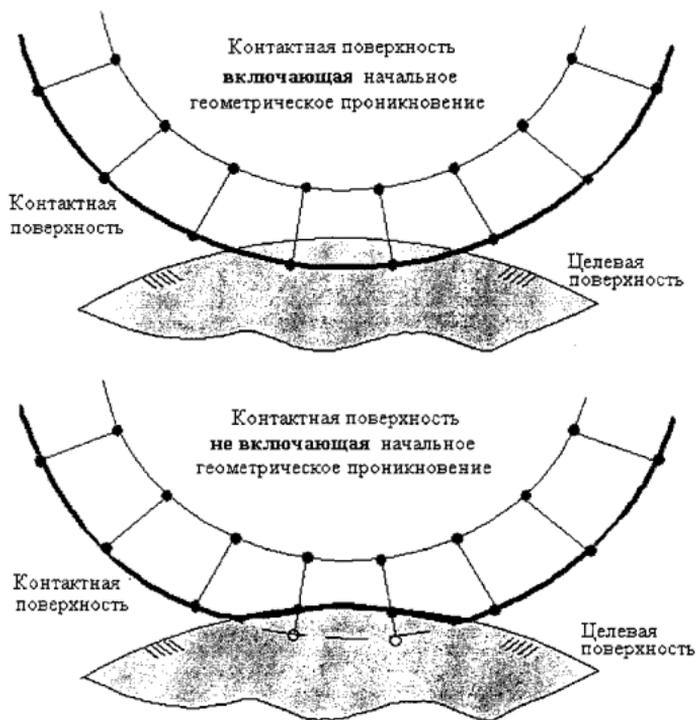

Рис. 18. Игнорирование начального проникновения, KEYOPT(9)=1
Для проблем, таких как прессовая посадка, сверхпроникание предполагается. Эти проблемы часто имеют сложности со сходимостью, если начальное проникновение прикладывается разом на первом шаге нагрузки. Вы можете преодолеть сложности сходимости при линейно нарастающем (ramped) начальном проникновении на первом шаге нагрузки, смотрите рисунок 18. Следующие установки опции KEYOPT(9) обеспечивают эти возможности: